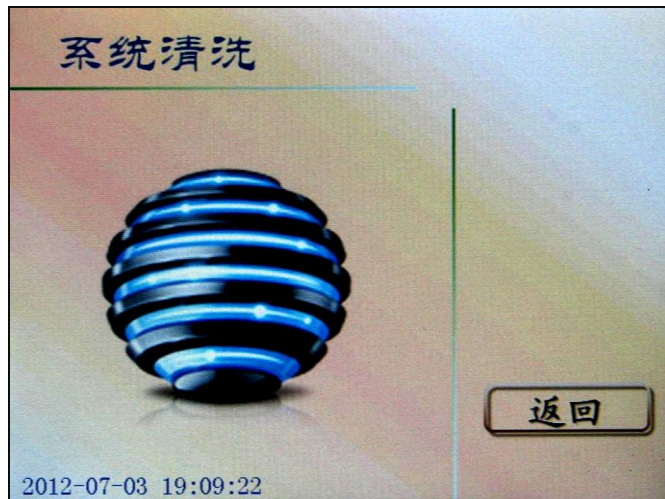

图 6 系统清洗页面
3. 在图5所示页面下，打开油样测定暗室盖，用手轻轻拨动油杯盘，使废液杯位孔偏离滴定位置。取一只油杯放入废液杯位孔内，按 系统清洗 键系统将自动进行萃取和中和管路的清洗，废液杯将承接清洗废液。系统清洗页面如图6所示。